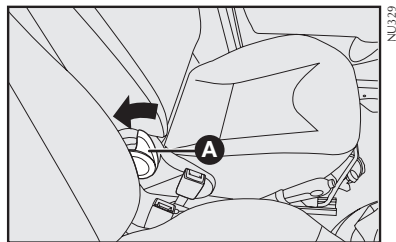

fig. 7
ACCESO AL KIT DE HERRAMIENTAS Y A LA RUEDA DE REPUESTO - fig. 7
- Accione la palanca **A**-fig. 7 en el sentido de la flecha, manteniéndola accionada e incline el respaldo hacia adelante, hasta que alcance el final del recorrido.